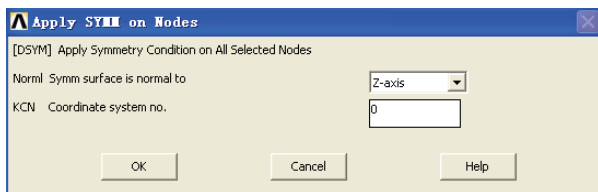

图 5-29 施加对称位移约束对话框
3) 选择 Main Menu | Solution | Define Loads | Apply | Structural | Displacement | Symmetry B.C. | On Nodes 命令, 出现 Apply SYMM on Nodes 对话框, 在 Norml Symm surface is normal to 下拉菜单中选择 Z-axis, 在 KCN Coordinate system no. 输入栏中输入 0, 如图 5-29 所示, 单击 OK 按钮关闭该对话框。